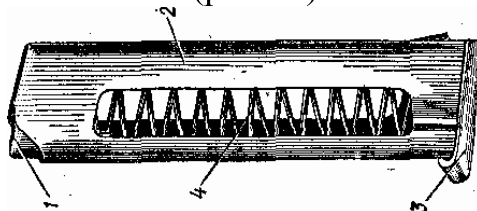

Рис. 31. Магазин:
7. Магазин служит для помещения восьми патронов. Он состоит из корпуса, подавателя, пружины подавателя и крышки. Магазин вставляется в основание рукоятки через нижнее окно (рис.31).